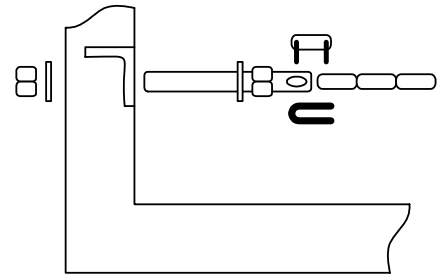

Figura 10
1. Asegure los soportes de la cadena a cada punta de la puerta de modo que los soportes estén en el ámbito de los moldes agujerados superiores en el gabinete del operador. Los soportes deben estar sujetados al interior del marco de tal manera que los pernos de cadena, cuando estén sujetos, no salgan más allá del marco de la puerta (figura 10).
4. Sujeté la cadena a los pernos de cadena usando las conexiones maestras suministrados, y luego sujete los pernos a los soportes de cadena usando el material suministrado (figura 10). Haga cualquier ajuste a la longitud de la cadena en este momento.